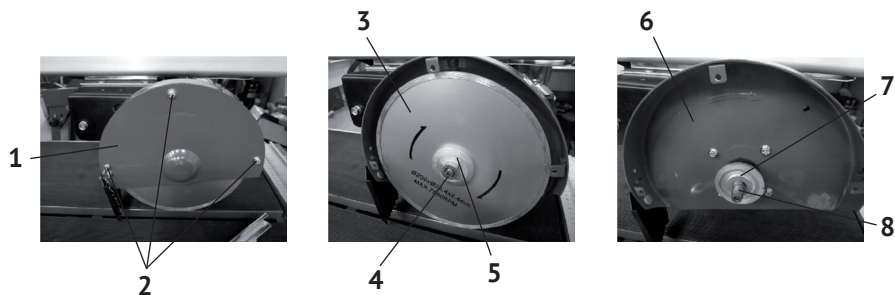

рис.3
3.3 Замена (установка) отрезного круга (см. рис.3):
- снять крышку кожуха (рис.3 поз.1), открутив три винта (рис.3 поз.2);
- удерживая одним ключом вал якоря (рис.3 поз.8) вторым ключом открутить зажимную гайку (рис.3 поз.4);
- снять зажимной фланец (рис.3 поз.5) с вала якоря двигателя (рис.3 поз.8) затем снять отрезной круг (рис.3 поз.3) с опорного фланца (рис.3 поз.7);
- очистить (при замене) опорный и зажимной фланцы, вал якоря и кожух защитный (рис.3 поз.6);